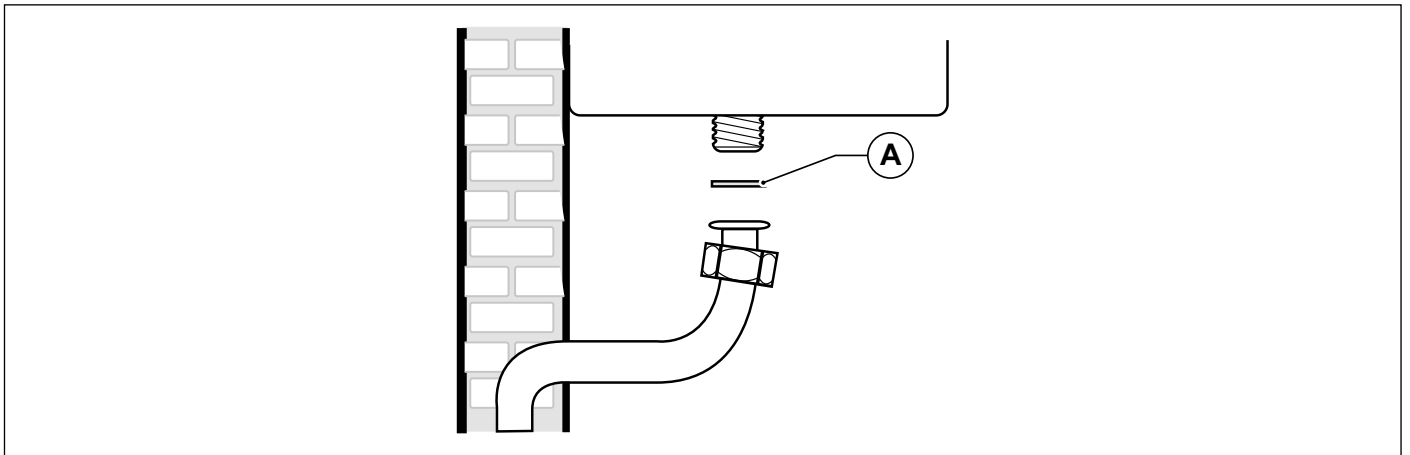

Fig. 23 Allacciamento alla rete del gas
E' **OBBLIGATORIO**, per collegare l'attacco gas della caldaia alla tubazione di alimentazione, interporre una guarnizione (A) a battuta di misure e materiali adeguati (vedi Fig. 23 Allacciamento alla rete del gas).